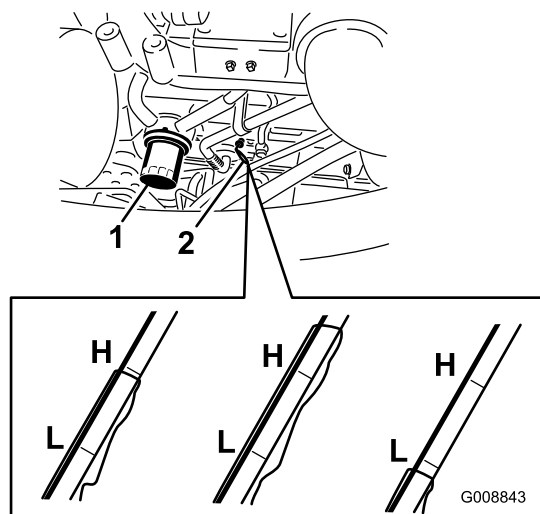

Figura 59
2. Retire la varilla, límpiela, vuelva a colocarla en el tubo y retírela de nuevo (Figura 59).
3. Retire el filtro de aceite (Figura 59).